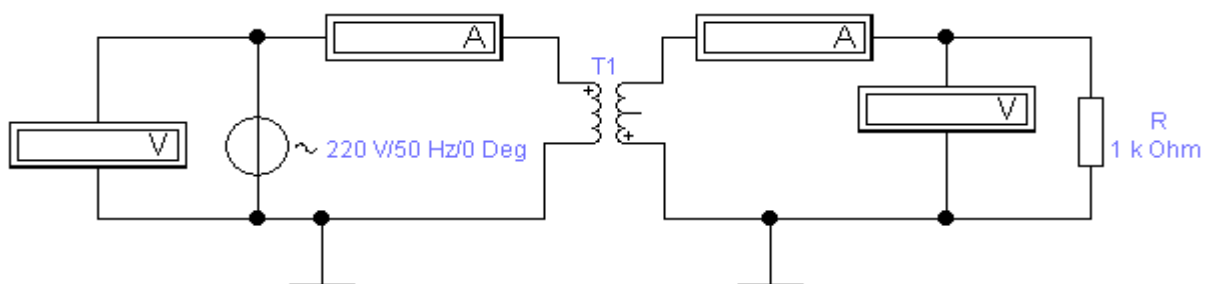

Рис. 10.4.
10.4.2. Зібрати електричну схему у відповідності до рис. 10.4.
Таблиця варіантів до схеми, яка приведена на рис. 10.4.